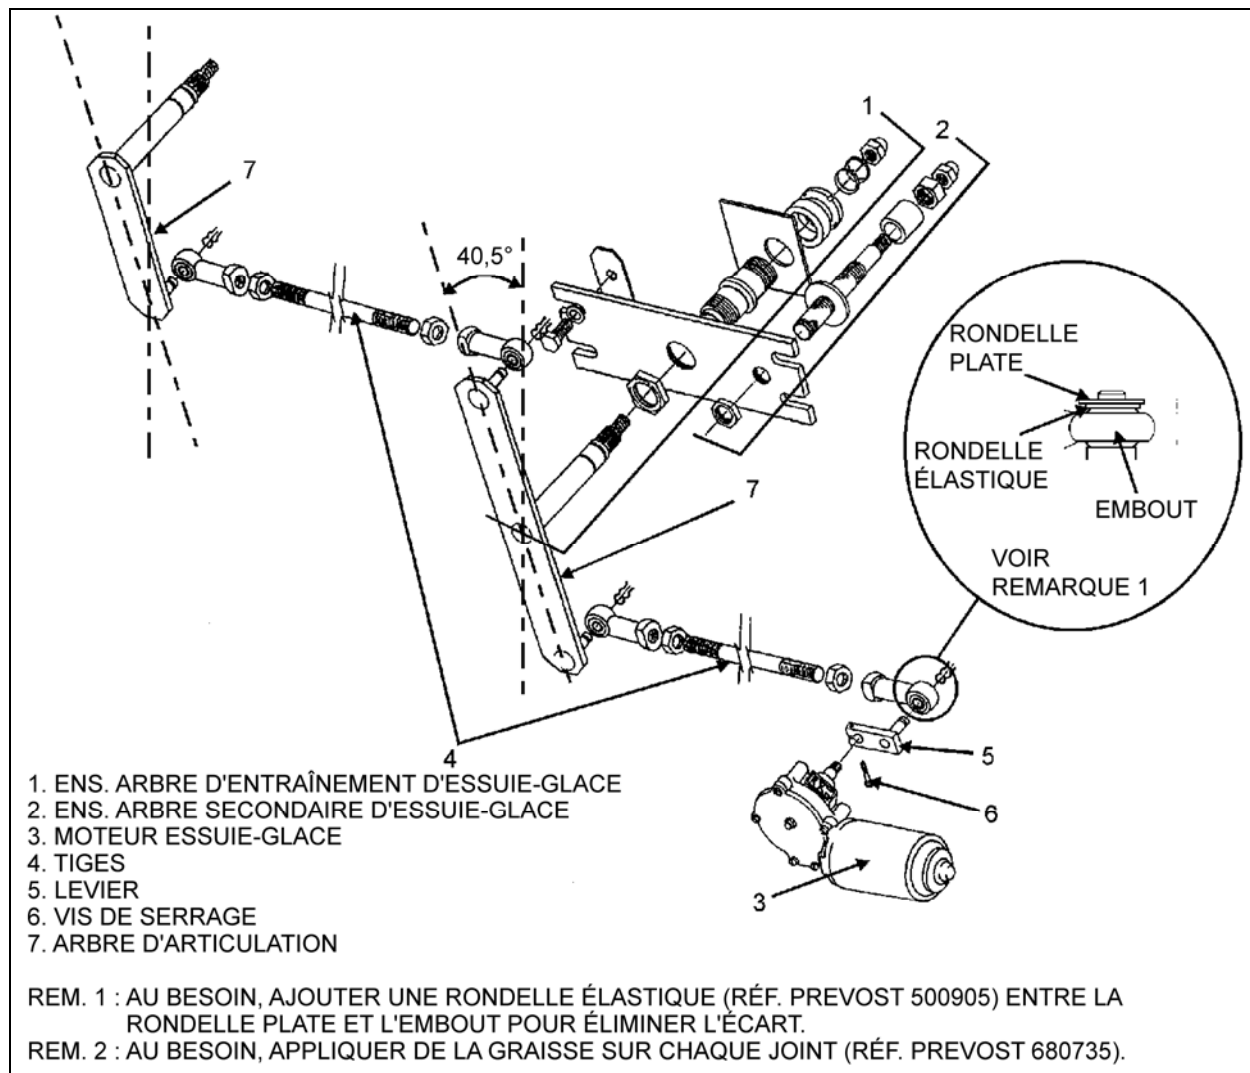

FIGURE 38: INSTALLATION DE L'ESSUIE-GLACE INFÉRIEUR
4. Positionner la tige située entre l'axe de pivot droit et le moteur à un angle de 40,5° (Figure 38). La tige doit être sur le même axe que le levier du moteur.